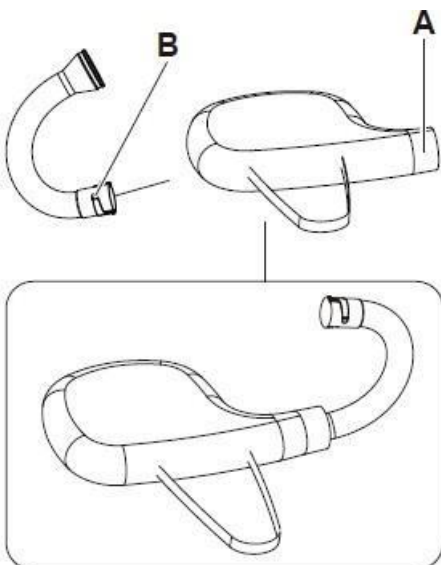

Fig. 4
- 1) Steek de gebogen buis door de rits van de zak. Het spleetuiteinde van de buis (B) wordt eerst door het gebied (A) van de zak. Zie fig. 4 voor het juiste uiterlijk. Zodra de slang op zijn plaats zit, draai je het klittenband vast.